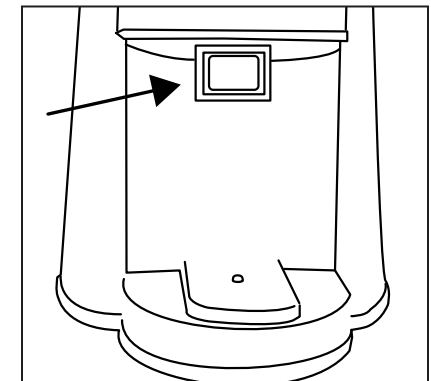

Figura 4
7. La brocha para limpieza puede usarse para remover el polvo del conducto de la cámara de molido ubicado en la parte de atrás de la cámara de molido desmontable (Figura 4).